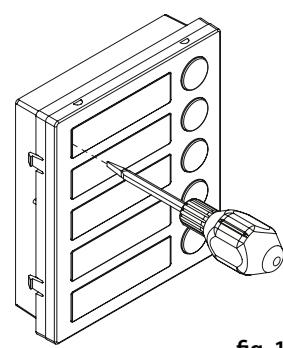

fig. 17
- Insert the screwdriver (flat side) into the card-holder hole as shown in **Fig. 17**;
- Inserire il cacciavite (lato piatto della lama) nell'apposita fessura del porta cartellino come mostrato in Fig. 17;
- Insérer un tournevis (côté plat de la lame) dans la fente spécifique du porte-étiquette comme illustré sur la Fig. 17 ;